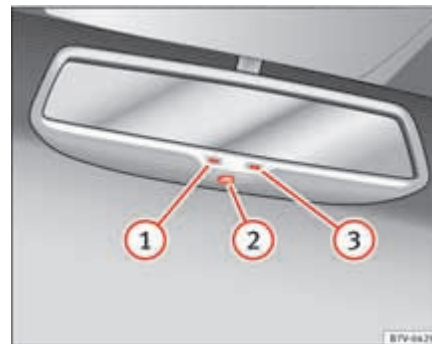

Fig. 73 Retrovisor interior antideslumbrante automático.
Leyenda del fig. 73:
- ① testigo de control
- ② Mando
- ③ Sensor para detectar la incidencia de luz
Esta función se puede activar y desactivar pulsando el mando del retrovisor interior ⇒ fig. 73 ②. Cuando está activada, se enciende el testigo ①.